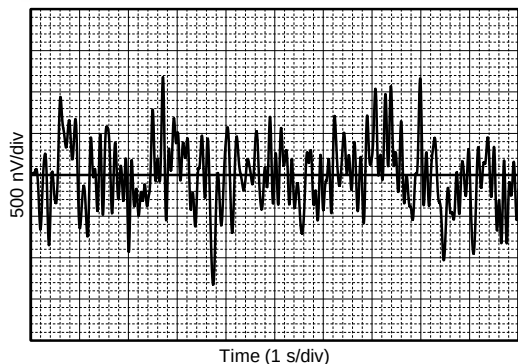

FIG 13. 0.1-Hz to 10-Hz Noise
0.1-Hz to 10-Hz Noise	Figure 13